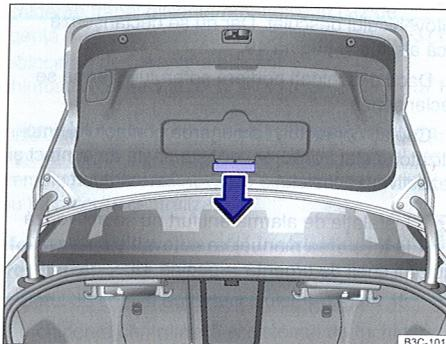

Fig. 216 Din afara portbagajului: Descuierea de urgență a capotei portbagajului (Varianta 1).
- Trageți maneta în sensul săgeții ⇒ fig. 216 pentru a debloca capota portbagajului.